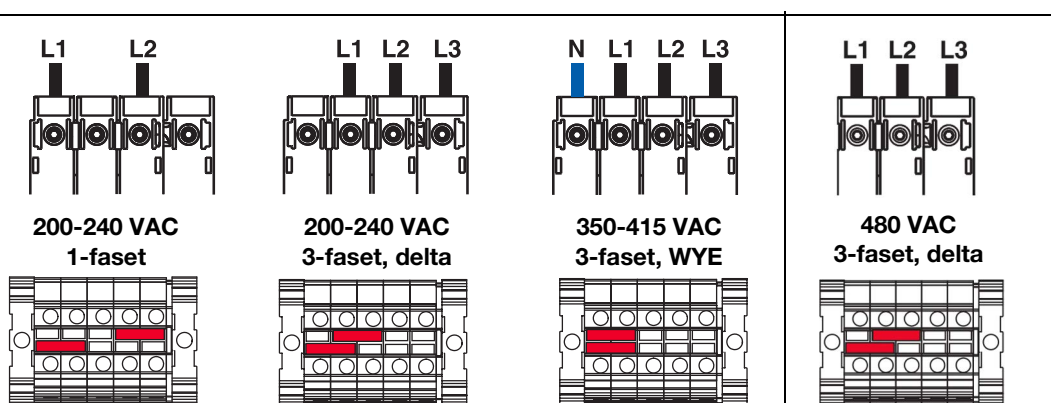

FIG. 7: Kortslutningsforbindelser og positioner
1. Sæt hovedstrømafbryderkontakten (AG) til SLUKKET.
4. Tilslut jordledningen til jordklemmen (GT).
5. Tilslut strømledningen som vist (se FIG. 7). Træk forsigtigt i alle tilslutninger for at bekræfte, at de sidder korrekt fast.
6. Tilspænd trækaflastningen (SR).